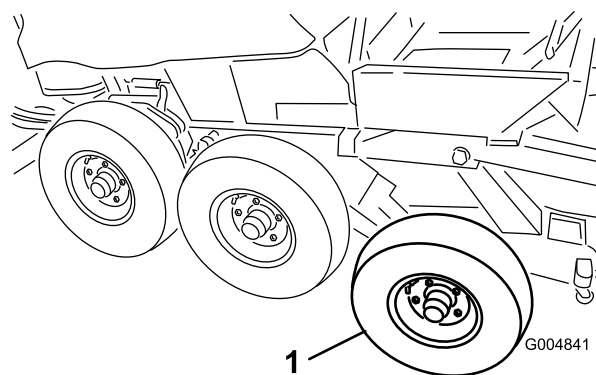

Figura 123
36. Retire los neumáticos delantero y central del conjunto de invierno (Figura 123).